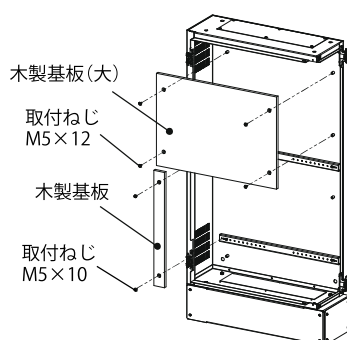

図 15
2. 木製基板(大)の取付ねじM5×12(4か所)と木製基板の取付ねじM5×10(4か所)を取り外し、木製基板(大)と木製基板を取り外してください。(図15)